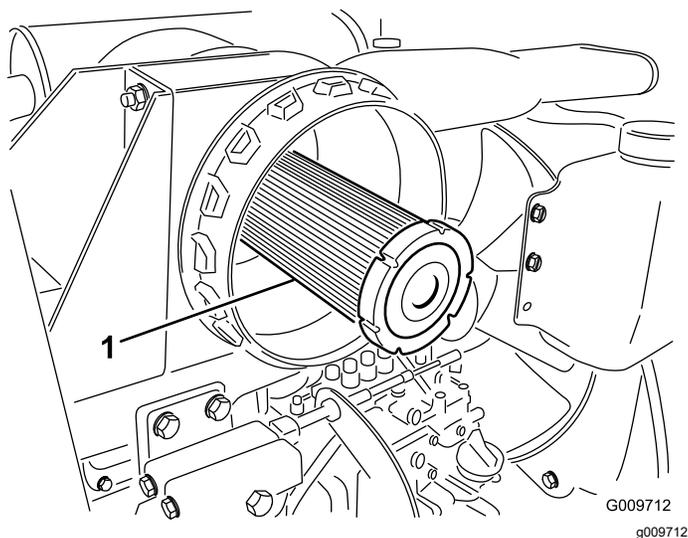

Рисунок 43
**Внимание:** Никогда не пытайтесь очистить контрольный фильтр (Рисунок 43). Заменяйте контрольный фильтр после каждых трех обслуживаний фильтра грубой очистки.